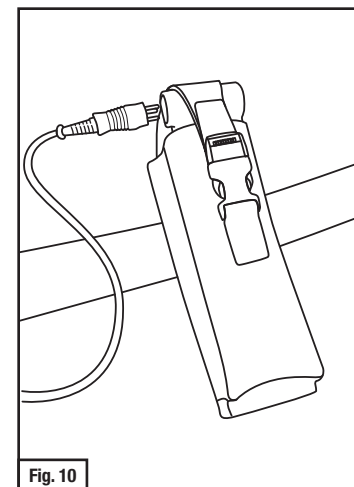

Fig. 10
8. Conecte o cabo de alimentação GVP-610 ao adaptador TR-659 (Fig. 10). Ligue plugue no final do cabo de alimentação no lado de frente do motorizado GVP-100. Para alimentar o motorizado, mantenha o botão de energia no adaptador para baixo por 1/2 segundo. Quando ligado, o indicador luminoso do TR-659 deve piscar durante cerca de um segundo e em seguida, desligue.